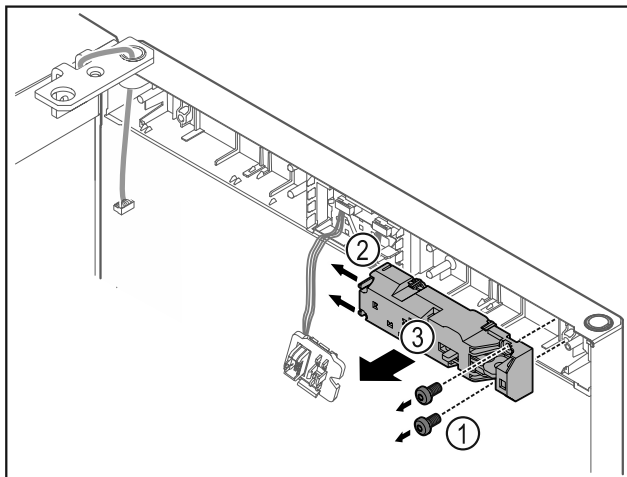

Fig. 20
- ▶ Schrauben Fig. 20 (1) entfernen.
- ▶ Rastnasen Fig. 20 (2) zur Seite drücken und Fernschloss Fig. 20 (3) abnehmen.